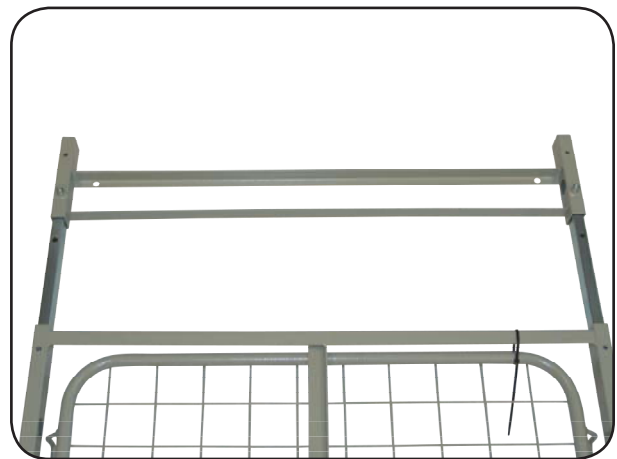

Abb. 6.6.06 – Bettverlängerung in Liegeflächenrahmen des Fußteils positioniert
11. Schieben Sie die Bettverlängerung (Bettverlängerung + Steckinnenrohre) in den Liegeflächenrahmen der Fußauflage (Abbildung 6.6.06) bis die Bohrungen deckungsgleich sind.